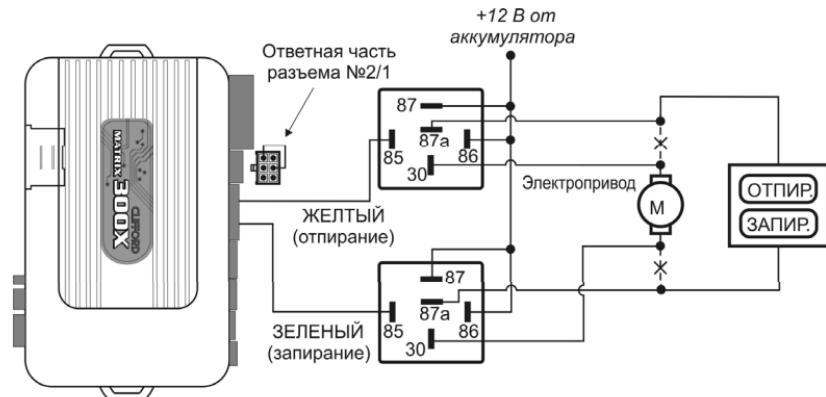

Рис. 2
- ◆ Подсоедините ЖЁЛТЫЙ и ЗЕЛЁНЫЙ провода системы (Разъем №3) к дополнительным реле согласно схеме (Рис.2):